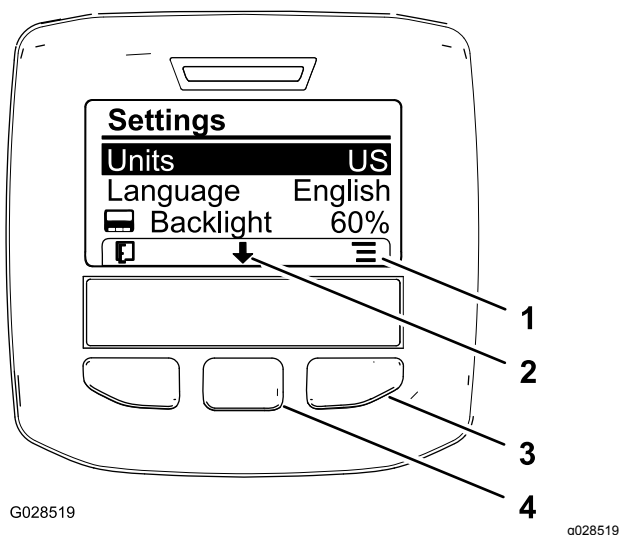

Bild 63
2. Drücken Sie zum Ändern der Maßeinheit die rechte Auswahltaste, um die aufgeführte Maßeinheit zu ändern (Bild 63).
- Drücken Sie die mittlere Auswahl Taste (die Taste unter dem nach unten zeigenden Symbol auf dem Display), um die für das Display verwendete Sprache zu ändern, und die ausgewählte Option auf „Sprache“ zu verschieben (Bild 63).
- Wenn Sie die rechte Auswahl Taste (die Taste unter dem Listensymbol auf dem Display) drücken, wird die aufgeführte Sprache, die für das Display verwendet wird, markiert (Bild 63).
- Drücken Sie die linke Auswahl Taste, um den Homebildschirm anzuzeigen (Bild 63).